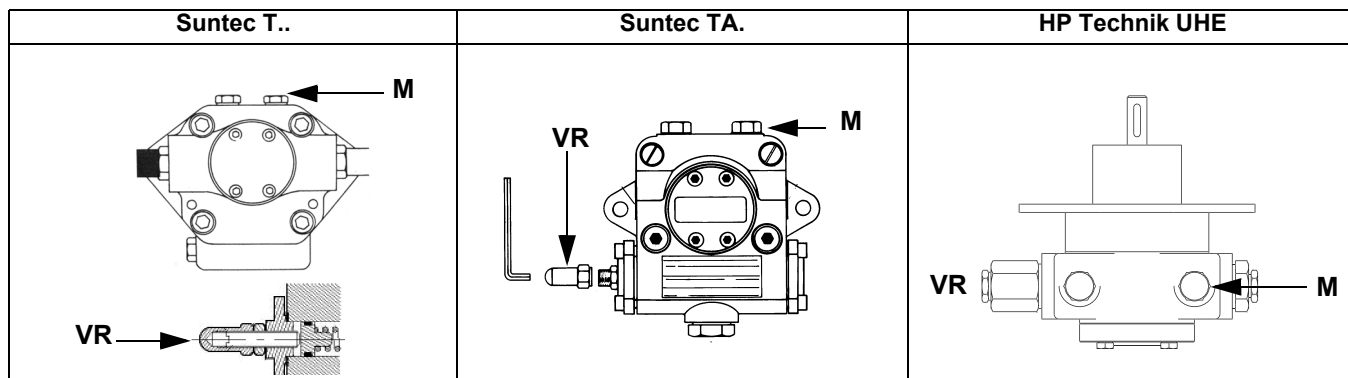

Рис. 8
- 3 выпустить воздух со штуцера (**M**) манометра насоса (Рис. 8), расслабив слегка заглушку, но не снимая ее; затем отпустить контактор;